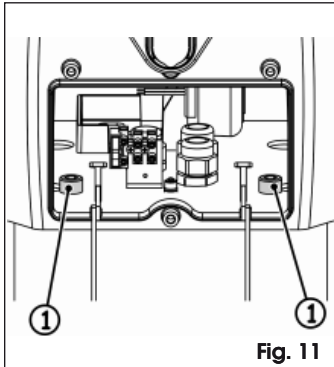

Fig. 11
9. Open opnieuw de centrale ruimte en draai de twee schroeven vast, Fig. 11 ref. ①.